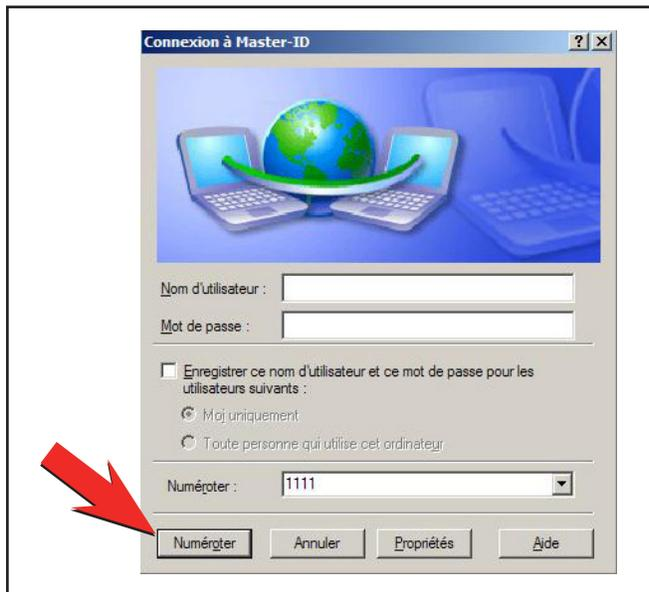

Figure 6 - Fenêtre de connexion au MasterID
6. La fenêtre **CONNEXION À MASTER ID** s'affiche. Cliquer sur le bouton de composition **NUMÉRATER**. Voir Figure 6.